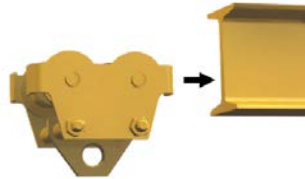
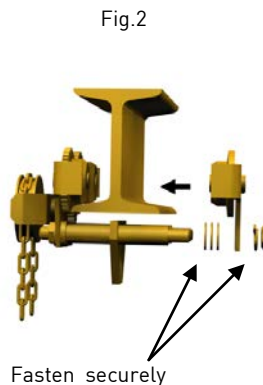

Fig.1
Fig.2
1) La méthode la plus facile est d'insérer le chariot dans la poutre, tel que démontré au Fig 1. Faites un pré ajustement selon la largeur de votre poutre. Après avoir inséré le chariot, revissez les contre-écrous contre les bagues d'ajustement & la plaque de côté & assurez-vous qu'il n'y ait aucun jeu afin que votre installation soit sécuritaire.
2) Lorsque vous ne pouvez installer le chariot tel que décrit ci-haut, installez-le de la façon suivante: enlevez une plaque de côté en dévissant les contre-écrous et placez le chariot dans la poutre tel que démontré au Fig 2. Ensuite, revissez les contre-écrous & assurez-vous qu'ils soient bien serrés contre les bagues d'ajustement & la plaque et qu'il n'y ait aucun jeu, afin que votre installation soit sécuritaire.
1) The easiest method is to insert the trolley in a beam as shown in Fig. 1.
2) If you cannot slide the trolley in the beam as in Fig. 1 install it as follows: take one side frame off by unfastening the lock nuts and place the trolley in the beam, as shown in Fig. 2. Then replace the lock nuts and double check to make sure that there is no slack & that the lock nuts are very tight against the frame so that your installation is safe.